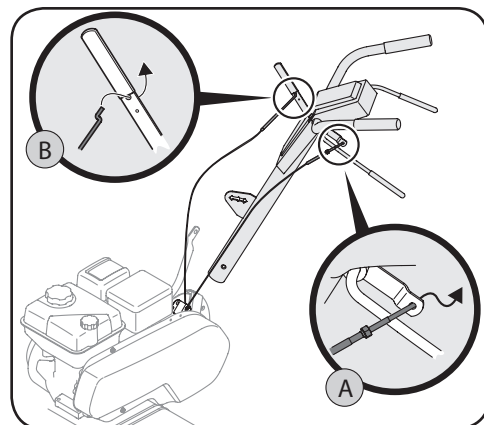

Figure 3-2
2. Accrochez l'extrémité en Z du câble de marche avant (A) sur le levier de marche avant des dents. Voir Figure 3-2.
3. Accrochez l'extrémité en Z du câble de marche arrière (B) sur le levier de marche arrière des dents. Voir Figure 3-2.